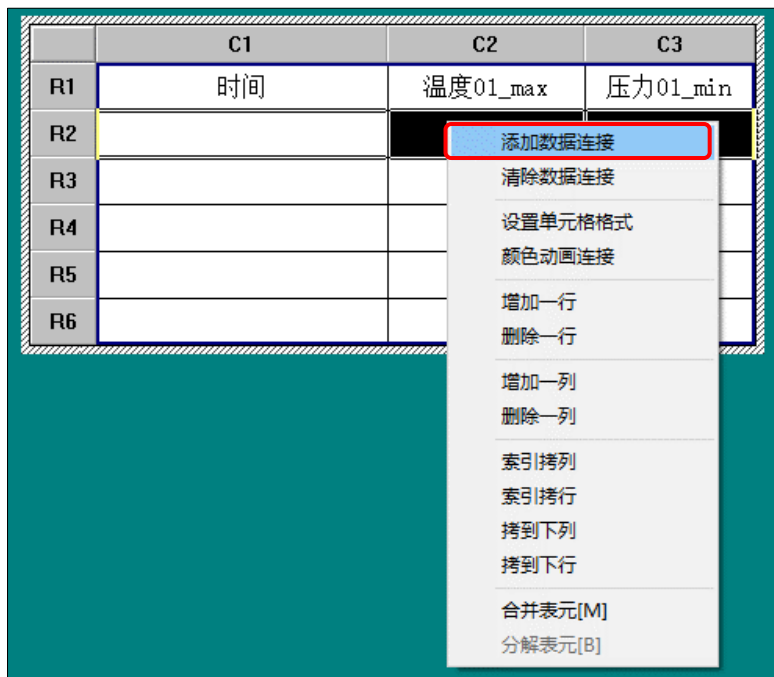

图 5.2-24 添加数据连接
- ④ 添加数据连接：如图 5.2-24，按住鼠标左键 → 框选第 2 行单元格 → 移动鼠标至框选的单元格 → 右键 → 点击“添加数据连接”。